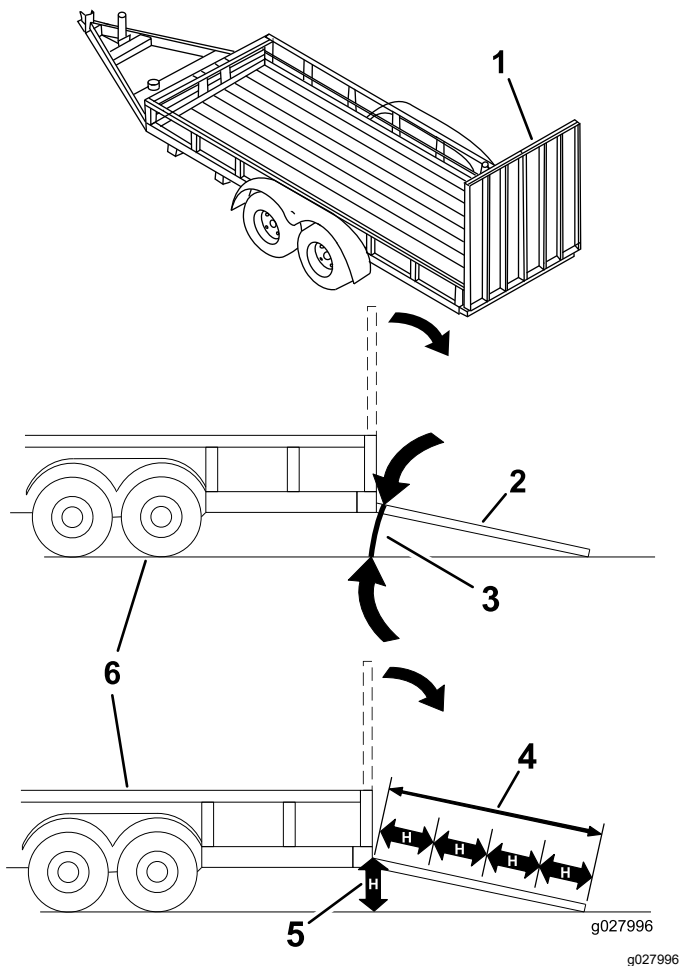

Figura 31
Încărcarea unei mainii pe o remorcă sau un camion crește riscul de răsturnare i poate cauza răni grave sau moartea (Figura 31).
3. Coborâți rampa, asigurându-vă că unghiul dintre rampă și sol nu depășește 15 grade (Figura 31).
1. Coborâți rampa, asigurându-vă că unghiul dintre rampă și sol nu depășește 15 grade (Figura 31).